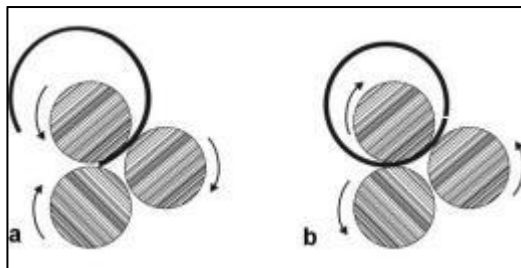

Figura 15
11. Inserire il pezzo in lavorazione nella macchina. si avvicina alla fine (a, Figura 15), fermarsi e direzione inversa (b, Figura 15).